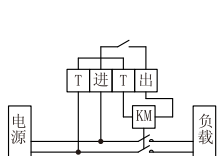

图22
- 2、单相扩容方式的接线：被控制的电器是单相供电，但功耗超过本开关的额定容量（感性负载超过20A，感性负载超过15A），需要一个容量超过电器功耗的交流接触器来扩容。接线方法如图22所示（交流接触器线圈工作电压为AC220V）。
- 2、KM为交流接触器，OUT (输出)可直接接在交流接触器A1、A2两端。（如图22、23所示）。